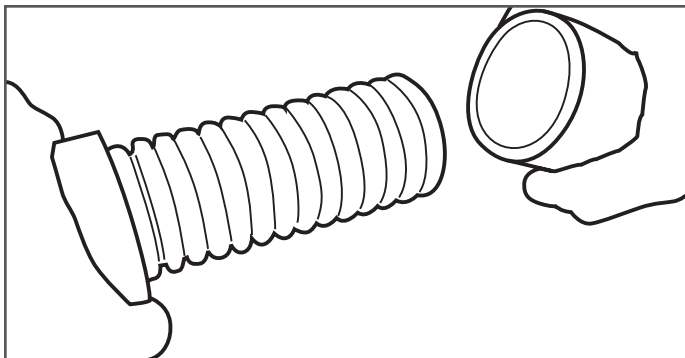

Figure 7-5
6. Retirez une partie de la gaine extérieure (Figure 7-5).